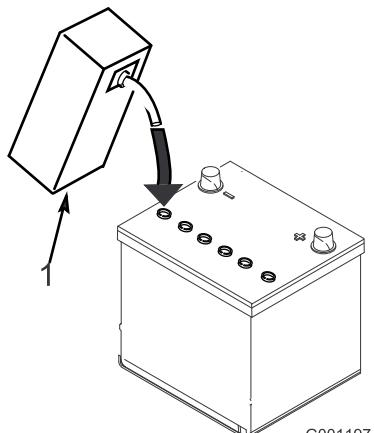

図 22
2. 各セルの電極板が液面下 6 mm 程度に水没するまで、電解液を慎重に入れる図 22。
3. 電極板が液を吸収するまで 20-30 分間程度待つ。必要に応じて、電極板が 6 mm 程度水没するぐらいに電解液を補充する図 22。